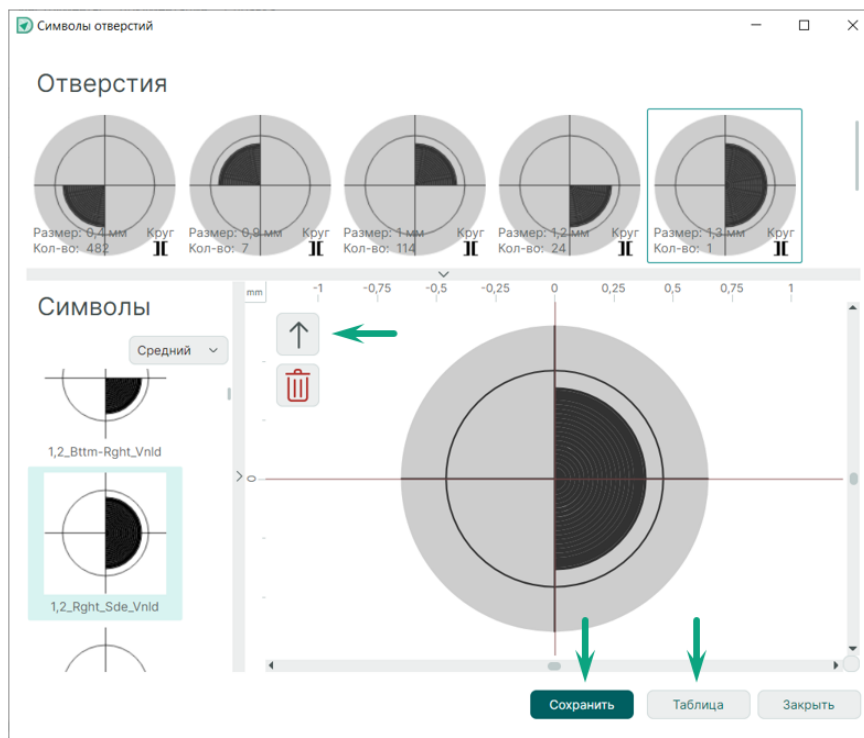

Рис. 56 Назначение и сохранение выбранного отверстия
- Нажмите кнопку «Назначить», см. Рис. 56.
5. После назначения символов отверстиям проекта нажмите кнопку «Сохранить», затем кнопку «Таблица», Рис. 56.